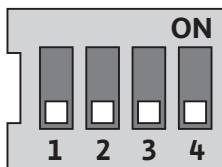

Fig. 33: Interruptor DIP
Os interruptores DIP (Fig. 14, pos. 6/ Fig. 33) encontram-se sob a cobertura da caixa.